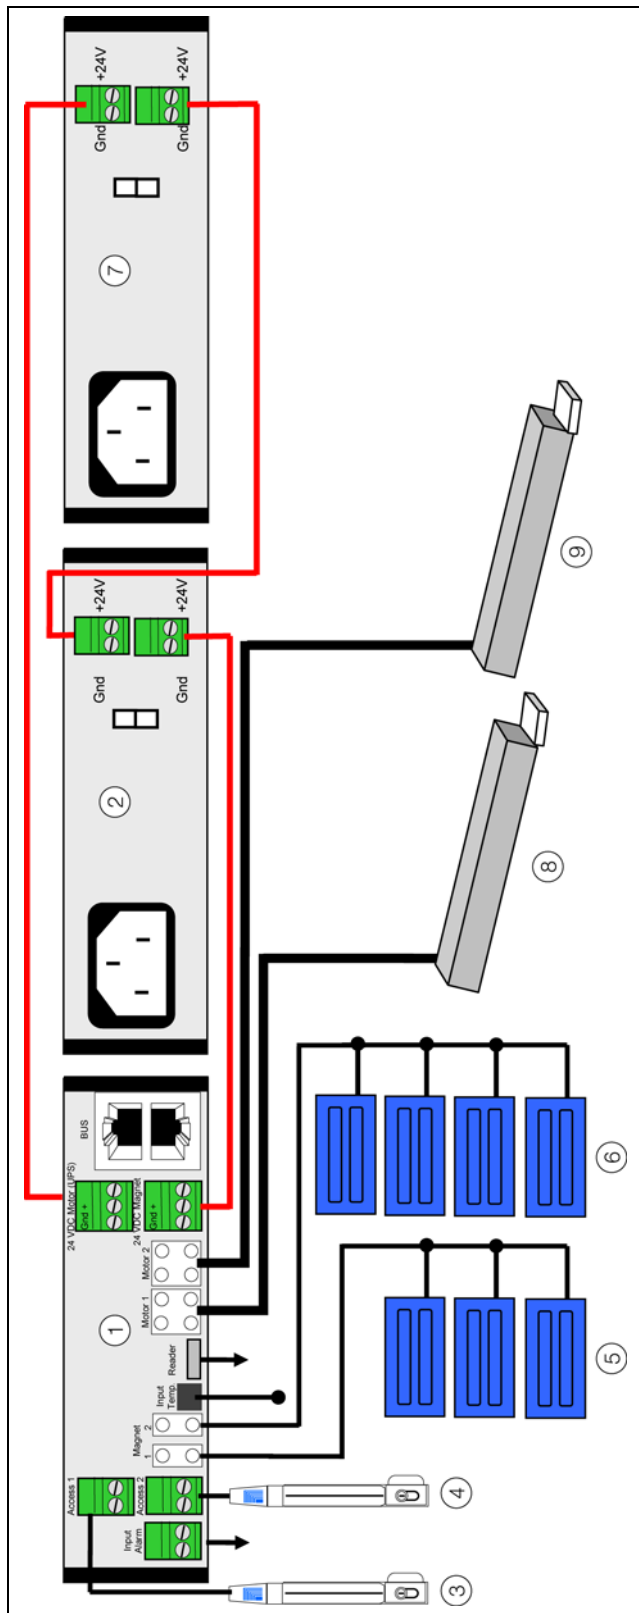

Рис. 11: Подключение расширения дверного комплекта
- Затем соедините оба блока питания между собой через неиспользуемый разъем для блока питания (рис. 11).